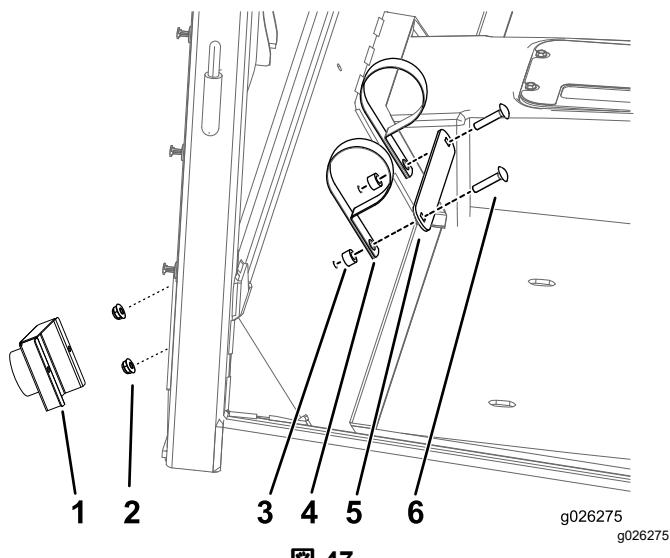

図 47
1. オペレーターズマニュアル保管チューブを取り付ける図 47。